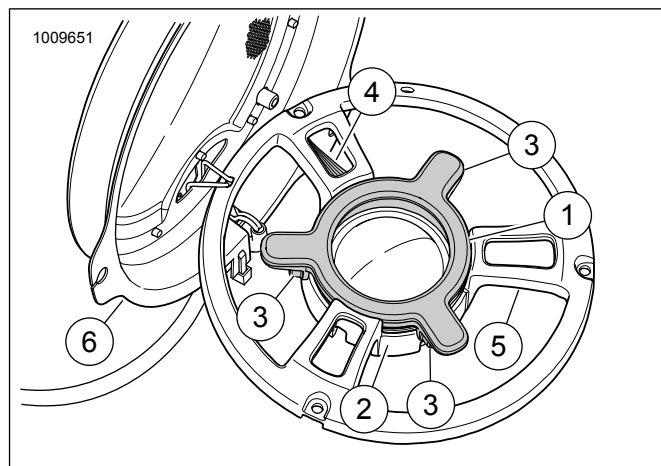

Figura 4. Grade do alto-falante, ponte do tweeter e luz LED
7. Veja a figura 4. Monte a ponte do tweeter (5) na grade do alto-falante (6). Use as ferragens que foram removidas anteriormente.